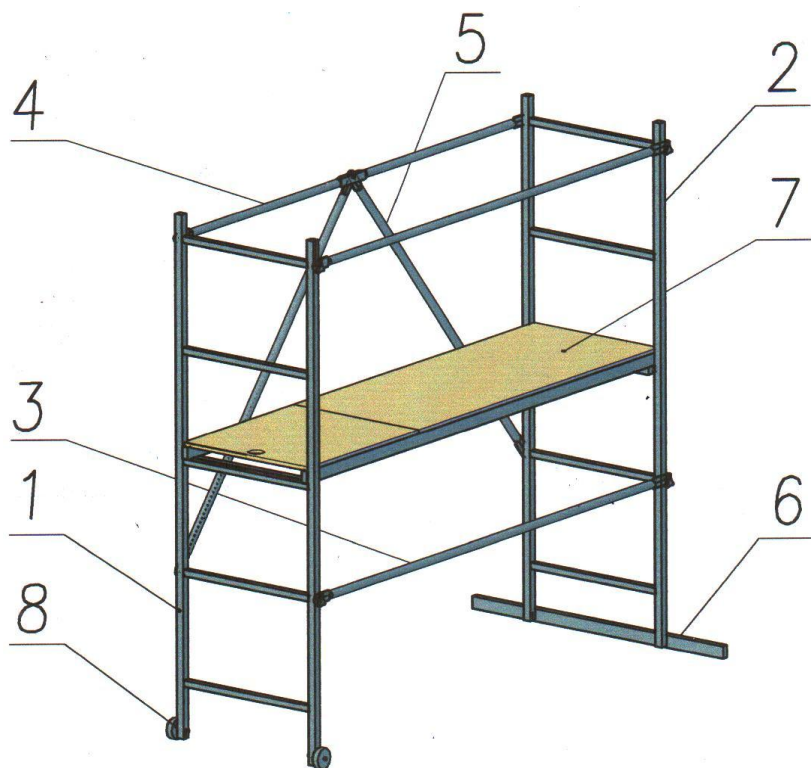

рис. 1
3. КОМПЛЕКТНОСТЬ (Рис. 1)
4.1 Соединить лестницы 1 и 2 (рис.1.) с одной боковой стороны стяжками 3 с помощью винтов-барашков.